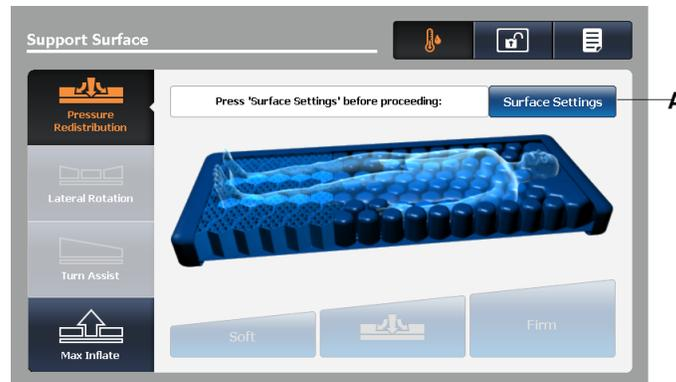

Figure 47 : Écran de redistribution de la pression
Toucher **Surface Settings** (Réglages de la surface) dans l'écran Pressure Redistribution (Redistribution de la pression) (A) (Figure 47 à la page 66).